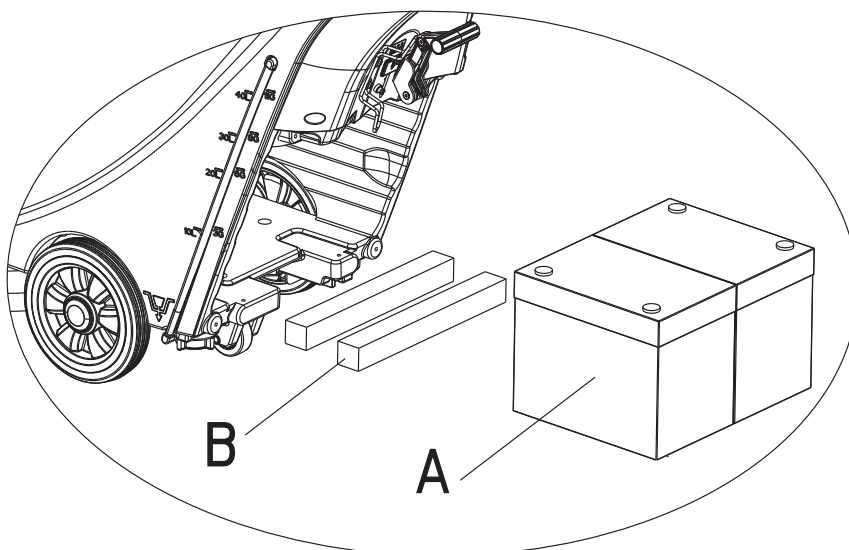

FIGURE 6
- 1) Pour une batterie dont la longueur est inférieure à 270 mm, utilisez 2 baguettes de fixation (B, figure 6) ; placez-les côte à côte à l'intérieur de la batterie du réservoir d'eau.
- 2) Pour une batterie dont la longueur est comprise entre à 310 mm et 270 mm, utilisez 1 seule baguette de fixation (B, figure 6) et placez-la à l'intérieur de la batterie du réservoir d'eau.